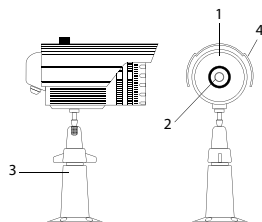

Fig. 4
b. Installation du moniteur (fig.4)
1. Fixer le support mural (2) en faisant en sorte que l'écran du moniteur soit à une hauteur d'environ 1,60m.